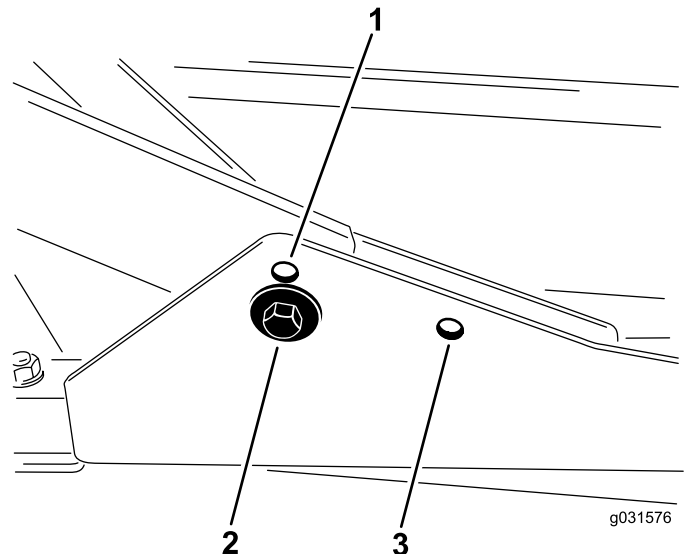

Figure 11
1. Pour une hauteur de coupe de 2 à 7,6 cm (3/4 et 3 po), montez les bâtis porteurs avant dans les trous inférieurs avant (Figure 11).
2. Pour une hauteur de coupe de 6, à et 10 cm (2,5 et 4 po), montez les bâtis porteurs avant dans les trous supérieurs avant (Figure 11).
Quelle que soit la hauteur de coupe, l'unité de coupe arrière doit être montée dans les trous de montage arrière (Figure 11).